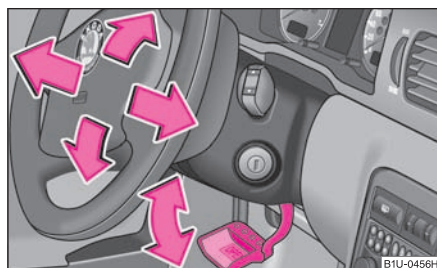

Fig. 103 Volan reglabil:
- Îndreptați maneta de sub volan ⇒ fig. 103, în jos ⇒ ⚠.